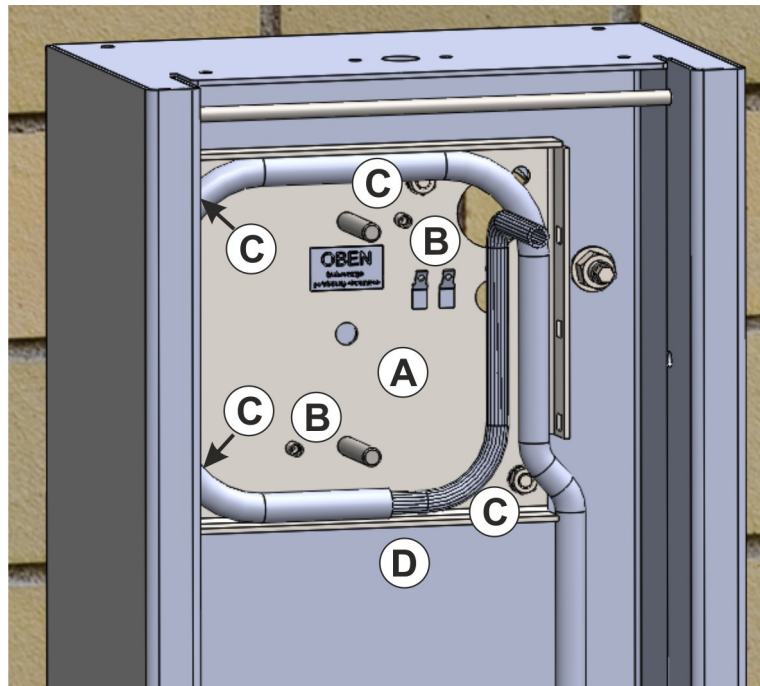

Abb. 19: Montage der Grundplatte der Einbauzarge EZBS950-1 in einer Schlüsseldepotsäule Serie SDS950
- ◆ Zur Montage der Einbauzarge mit Rundumbohrschutz in die Schlüsseldepotsäule trennen Sie zuerst durch Entfernen der beiden Schrauben (B) M5 × 8 den Zargenmantel mit dem Bohrschutz von der Grundplatte (A).
- ◆ Danach schrauben Sie die Grundplatte mit den im Beipack der Säule befindlichen 4 Muttern M8 mit U-Scheiben und Federringen (C) an die Gewindestifte der Säulenrückwand (D).
- ◆ Für die Verlegung innerhalb des Schlüsseldepots ist eine Kabellänge von ca. 600 mm vorzuhalten. Ebenso 600 mm Kabellänge sollten im Bereich der Einbauzarge mit Rundumbohrschutz vorgesehen werden (siehe Abb. 19).